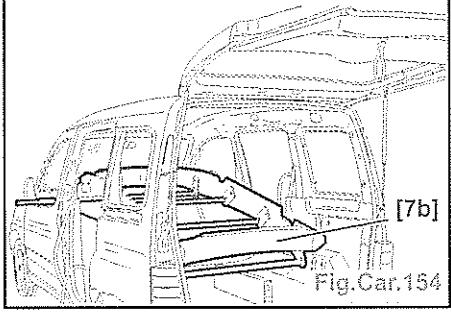

Fig.Car.154
- Positionner l'outil [7b] à l'intérieur du véhicule (Fig.Car.154).